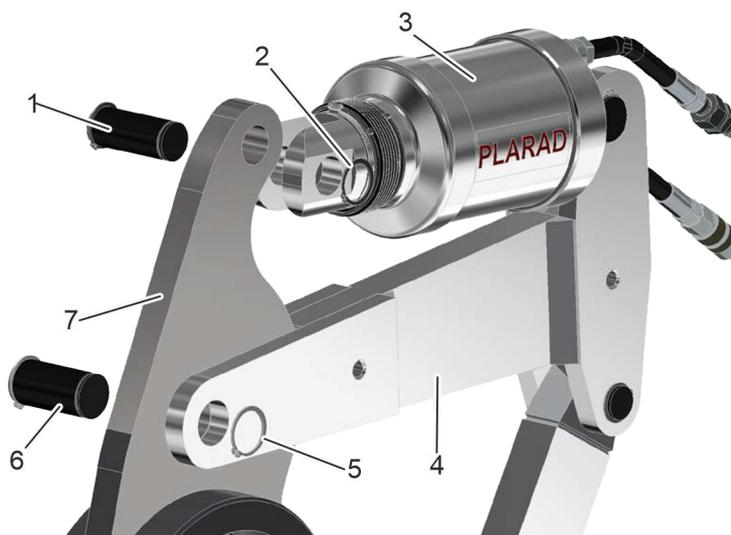

Рис. 5: Крепление накладной насадки
3. ➤ Чтобы закрепить накладную насадку, необходимо полностью продеть стопорный болт (Рис. 5/1) через отверстия накладной насадки (Рис. 5/7) и приводного цилиндра (Рис. 5/3).
4. ➔ Закрепить стопорный болт (Рис. 5/1) стопорным кольцом. Для этого надеть и зажать стопорное кольцо (Рис. 5/2) с помощью съемника для стопорных колец (Рис. 6).
5. ➔ Полностью продеть стопорный болт (Рис. 5/6) через отверстия накладной насадки (Рис. 5/7) и опорного рычага (Рис. 5/4).
6. ➔ Закрепить стопорный болт (Рис. 5/6) стопорным кольцом. Для этого надеть и зажать стопорное кольцо (Рис. 5/5) с помощью съемника для стопорных колец (Рис. 6).